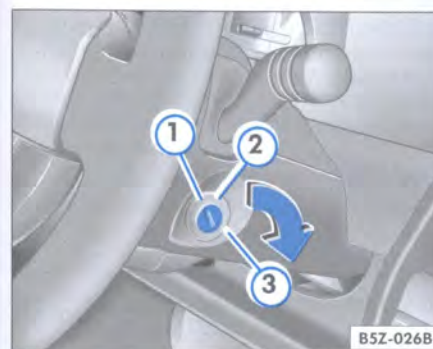

Fig. 106 Posiciones de la llave de encendido
En esta posición ⇒ fig. 106 ① el motor y el encendido están desconectados.
En esta posición ⇒ fig. 106 ② las luces indicadoras son encendidas.
En esta posición ⇒ fig. 106 ③, se da el arranque en el motor, siendo desconectados temporalmente los mayores consumidores eléctricos.
- Gire la llave hasta la posición ⇒ página 123, "Posiciones de la llave de encendido" ⇒ página 123, **fig. 106 ③** para dar arranque en el motor.
- Gire la llave del encendido para la posición ⇒ página 123, **fig. 106 ①**.